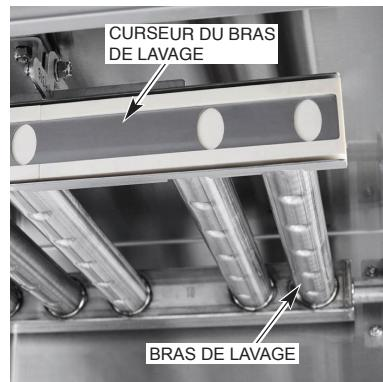

Fig. 27
5. Enlever les bras de lavage. Ouvrir les curseurs des bras de lavage (Fig. 27) et pousser les éventuelles obstructions des buses dans les bras de lavage. Bien rincer les bras de lavage dans un évier. Fermer les curseurs des bras de lavage.